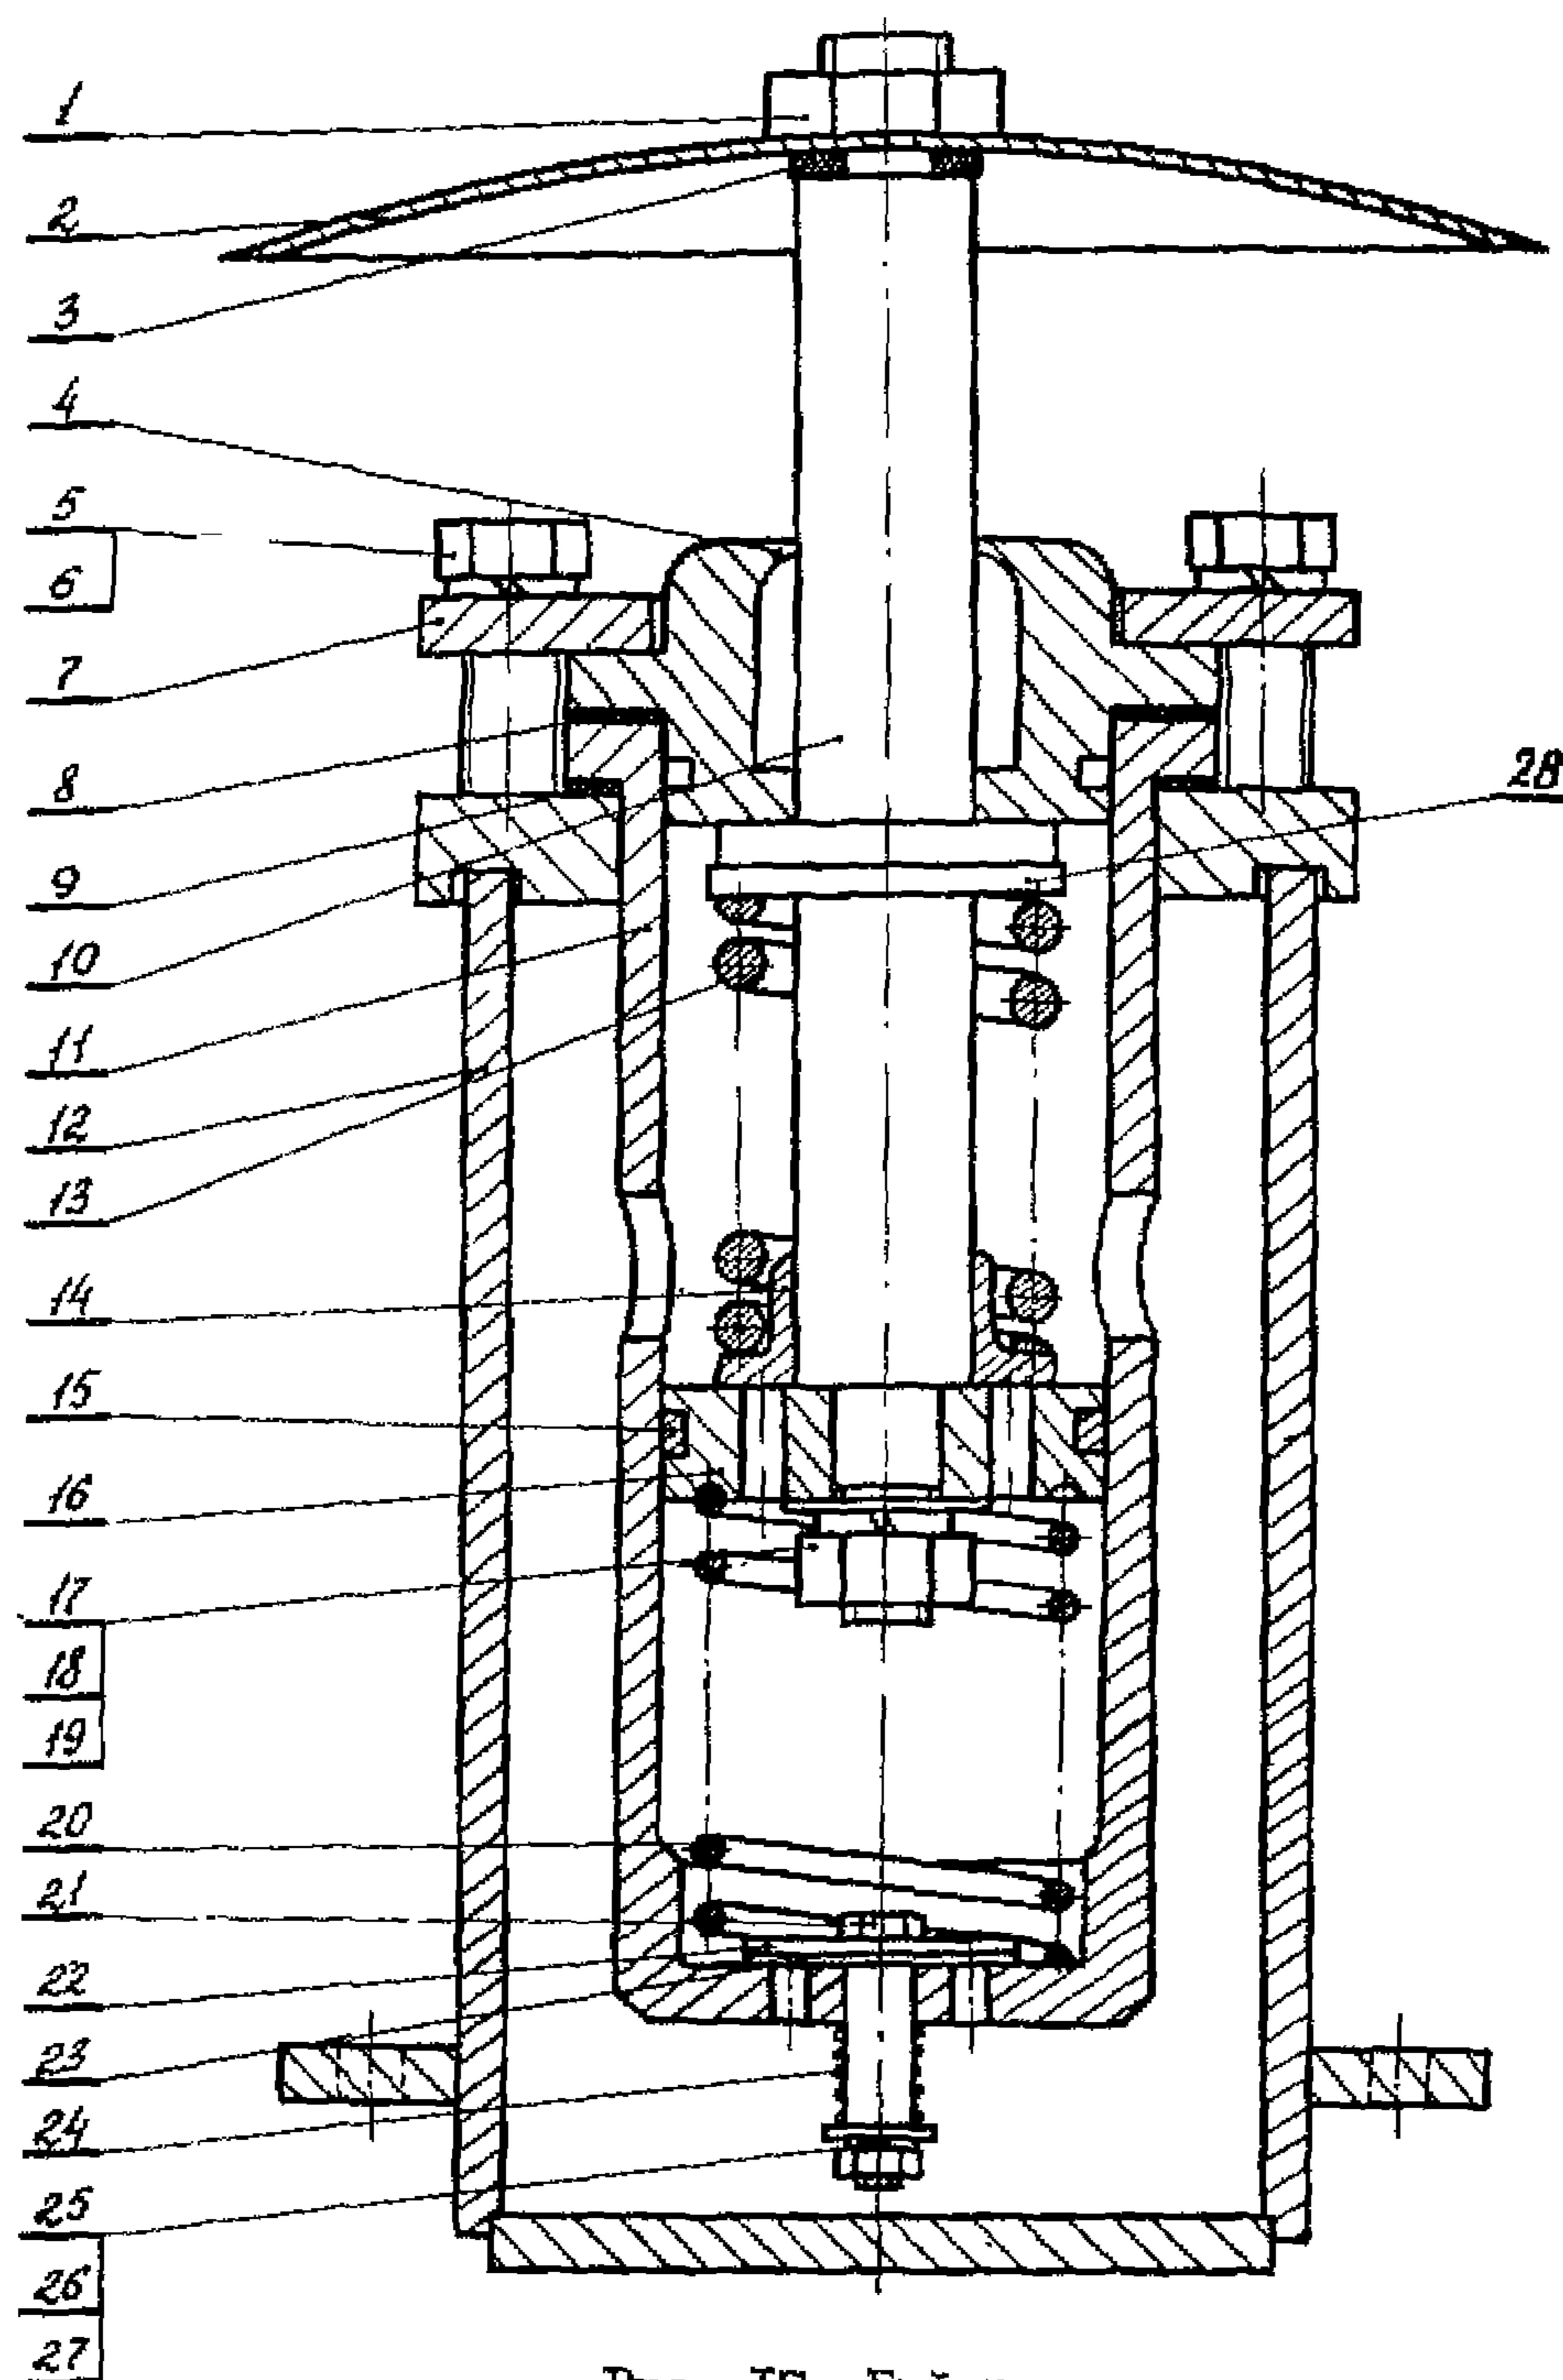

Рис. 17. Буфер:
07.15. Собрать обратный клапан согласно рис. 17, навинтить гайку 25 (см. рис. 17) и закернить в двух местах.
Замену дефектных пружины 13, втулки 14, поршня 16 (см. рис. 17) произвести согласно переходам 16-17.
07.17. Сборку произвести в обратной последовательности в соответствии с рис. 17.
б) шток буфера 33 (см. рис. 11) после его освобождения должен выйти из втулки 4 (см. рис. 17) на 19-22 мм.